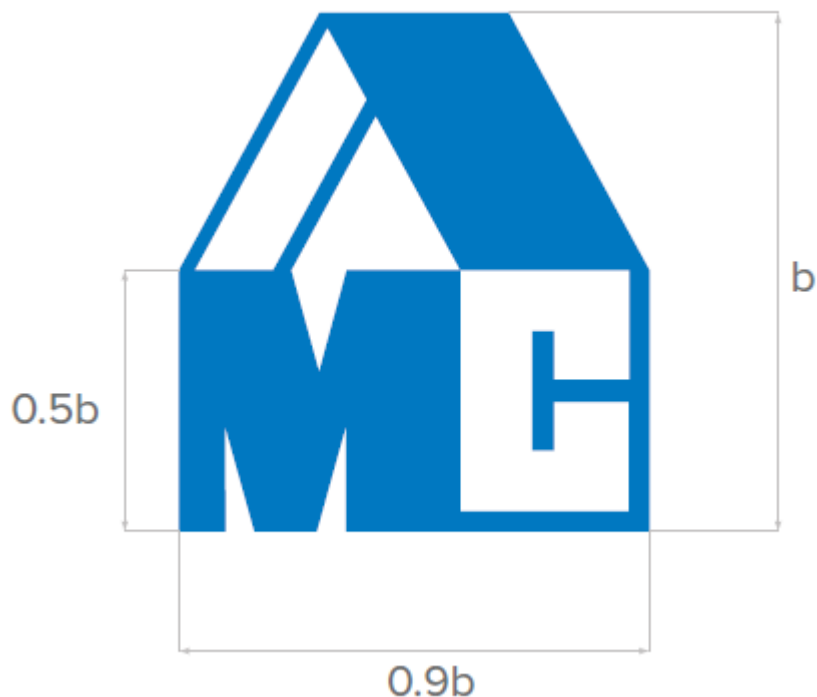

Рис. 4
3.5. Размеры Знака соответствия определяет организация, получившая право на его применение, установлением базового размера «b». При этом пропорции Знака соответствия всегда должны оставаться неизменными в соотношении 68:75. Пропорции элементов Знака соответствия приведены на рис.4.